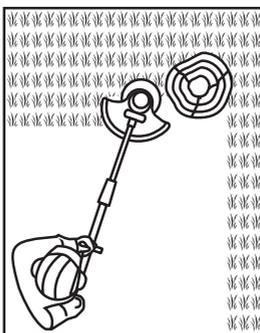

Fig. 25
- > Faites particulièrement attention lorsque vous travaillez à proximité de buissons ou d'arbres : la tête de coupe peut endommager les écorces tendres ainsi que les poteaux des barrières (fig. 25).